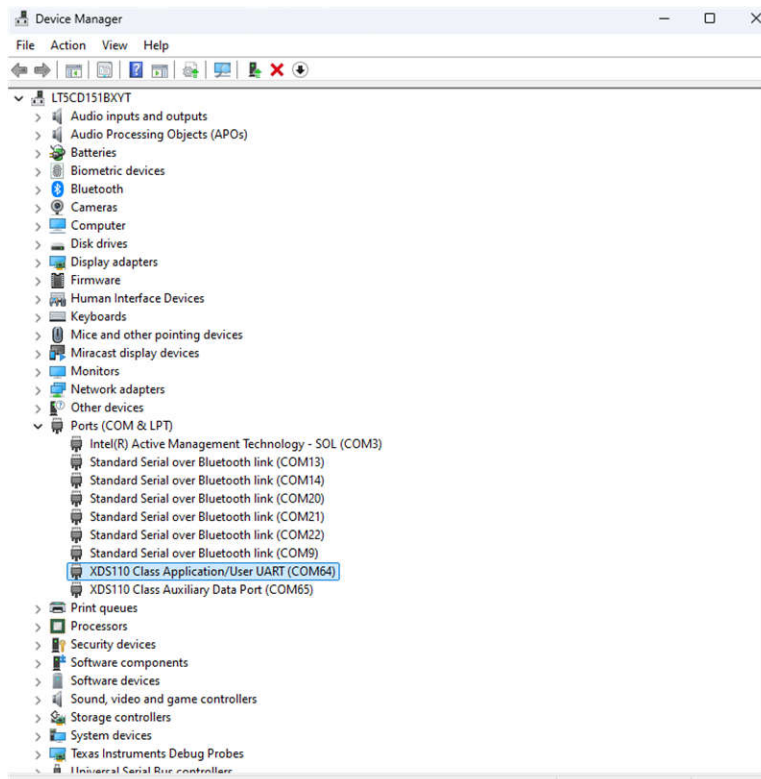

図 3-4. COM ポートの確認
5. LP-XDS110 を USB ポートに接続した後、Microsoft® Windows® のデバイス マネージャーを開きます。[XDS110 Class Application/User UART] ポートを見つけ、COM ポート番号を書き留めます。図 3-4 に示す例では、COM ポートは COM20 です。